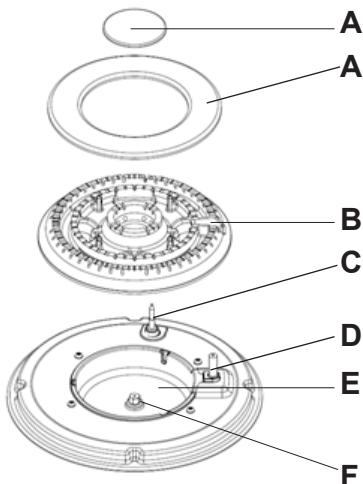

Figura 7
2. A continuación, ajustar la llama según se deseé y mantener pulsando la perilla unos segundos más para que el calor de la llama active la válvula de seguridad (Figura 7 C). A continuación suelte la perilla. Si después de varios intentos la llama no encender, verificar si las tapas (Figura 7 A) y los separadores (Figura 7 B) se han montado correctamente.